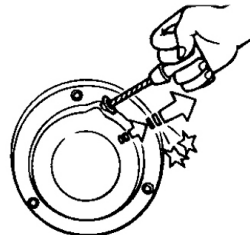

Рис.14
4. Повільно потягніть за рукоятку стартера, доки не відчуєте опір. Це точка «стиснення». Поверніть рукоятку в її початкове положення та швидко потягніть. Не витягайте шнур повністю. Після запуску двигуна дайте рукоятці стартера повернутися у вихідне положення, все ще притримуючи її (Рис.14).